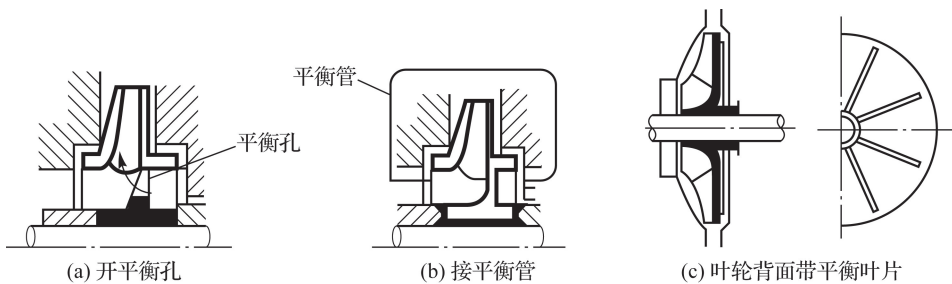

图 1-12 单级离心泵轴向力平衡措施
①叶轮上开平衡孔。如图 1-12(a)所示,在叶轮上开平衡孔可使叶轮两侧的压力基本上得到平衡。但由于液体通过平衡孔有一定阻力,因而仍有少部分轴向力不能完全平衡,并且会使泵的效率有所降低。这种方法的主要优点是结构简单,多用于小泵。
②采用双吸叶轮。双吸叶轮的外形和液体流动方向均为左右对称,因此理论上不会产
③采用平衡管。如图 1-12(b)所示,将叶轮背面的液体通过平衡管与泵入口处液体相连通来平衡轴向力。这种方法比开平衡孔优越,它不干扰泵入口液体流动,效率相对较高。
④采用平衡叶片。如图 1-12(c)所示,在叶轮轮盘的背面装有若干径向叶片。当叶轮旋转时,它可以推动液体旋转,使叶轮背面靠叶轮中心部分的液体压力下降,下降的程度与叶片的尺寸及叶片与泵壳的间隙大小有关。此法的优点是除了可以减小轴向力以外,还可以减少轴封的负荷;输送含固体颗粒的液体时可以防止悬浮的固体颗粒进入轴封。但对易与空气混合而燃烧爆炸的液体,不宜采用此法。